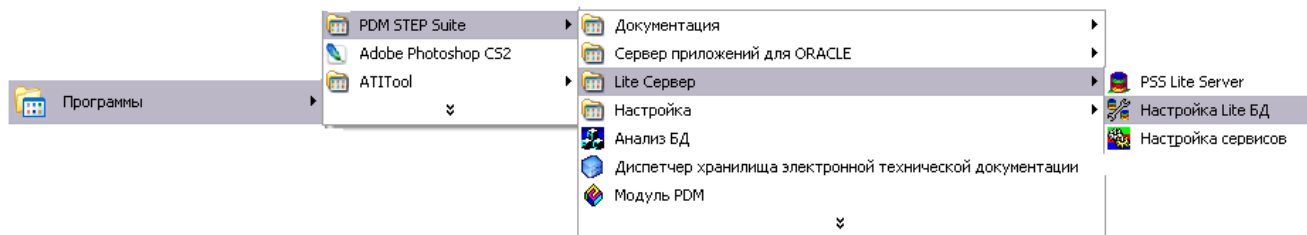

Рис. 2. Запуск модуля Настройка Lite БД
1. Откройте модуль **Настройка Lite БД** (Рис. 2).